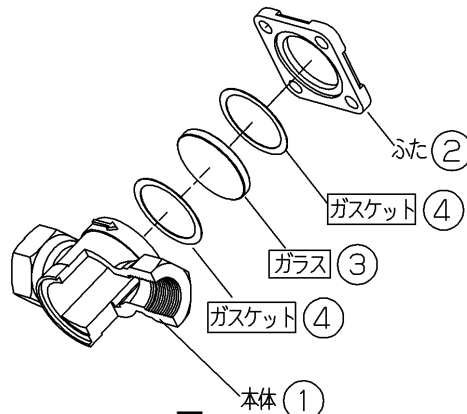

図 4
(1) 本体①の両側からガスケット④、ガラス③、ガスケット④、ふた②の順に組み付けてください(図 4)。
(2) 六角ボルト⑤・ばね座金⑦(15-25A のみ)・六角ナット⑥を仮締めした後、トルクレンチで均等に締め付けてください(写真 5)。